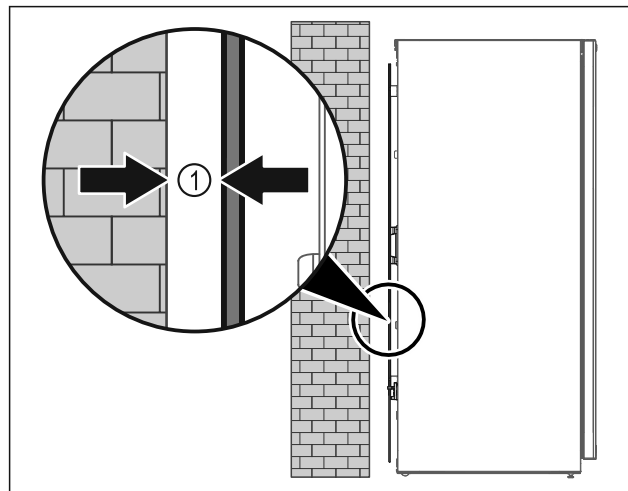

Fig. 45
- ▶ Gerät entweder frei im Raum oder direkt an einer Wand mit einem Mindestabstand von 5 mm Fig. 45 (1) aufstellen.